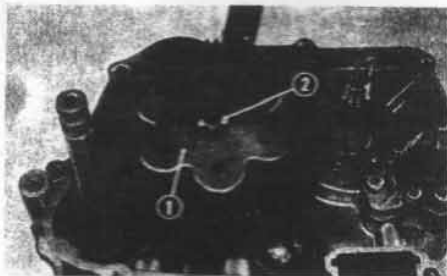

Fig. 49 ① Tussen tandwiel ② Klemring (circlip)
- 4) Verwijder de koppeling met aandrijftandwiel, circlip en tussentandwiel (Fig. 49)